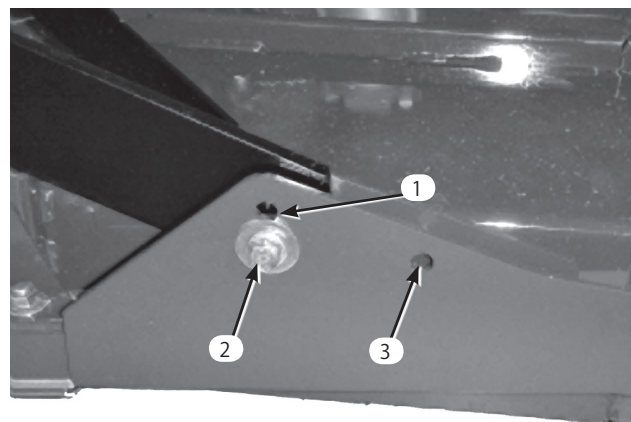

図1
1. 刈り高が 19～76 mm の場合には、前側の低い取り付け穴にキャリア・フレームを取り付けます（図1）。
2. 刈り高が 64～102 mm の場合には、高い方の取り付け穴にキャリア・フレームを取り付けます（図1）。
後カッティング・デッキは、刈り高に関係なく後側の取り付け穴を使って取り付けます（図1）。